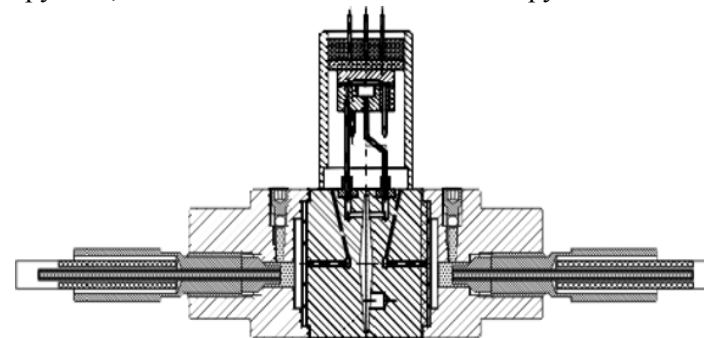

Рисунок 2 - Устройство измерительного модуля
4.4 Измеряемый параметр (разность давлений) воздействует на измерительный модуль (см. рисунок 2) и преобразуется в деформацию чувствительного элемента и изменение его сопротивления. Высокое давление подается в камеру «Н», низкое давление подается в камеру «L».